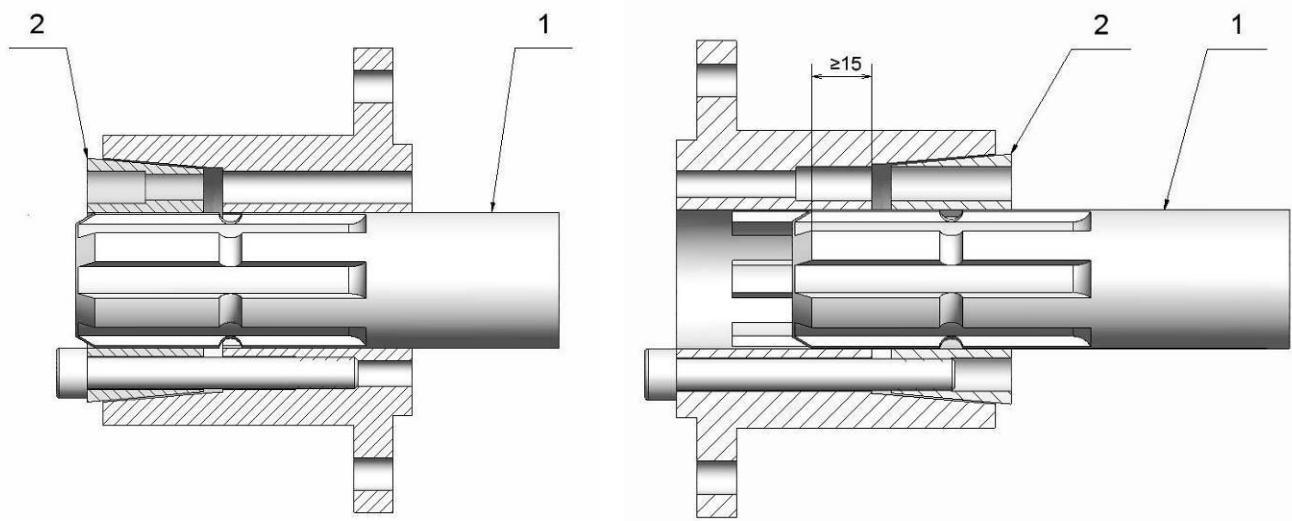

Рис. 20. Две возможности затяжки конуса
Профиль фланца и выходного вала должны перекрываться не менее чем на 15 мм (см. рис. 20). Конус (2) должен на профиле выходного вала лежать всей своей длиной.